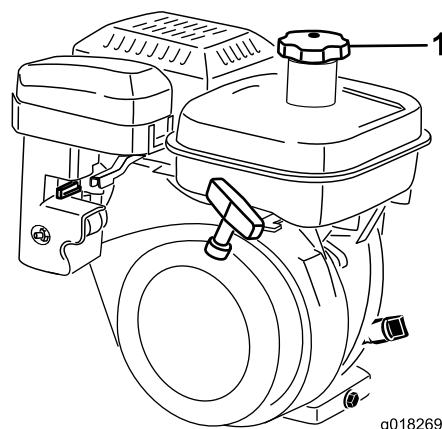

Figure 22
1. Nettoyez la surface autour du bouchon du réservoir de carburant et enlevez le bouchon (Figure 22). Faites le plein avec de l'essence sans plomb sans dépasser la base de la crépine du filtre. Ne remplissez pas excessivement.